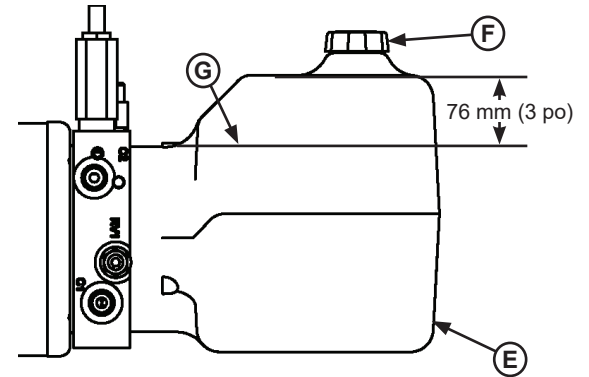

Figure 25
- Contrôler le niveau de liquide du réservoir (G, voir Figure 25) :
3. Retirer le capuchon à reniflard (F).
4. Mesurer le niveau de liquide. Le niveau de liquide doit être à environ 76 mm (3 po) du haut du réservoir (E) lorsque la plateforme est abaissée sous le niveau du quai.